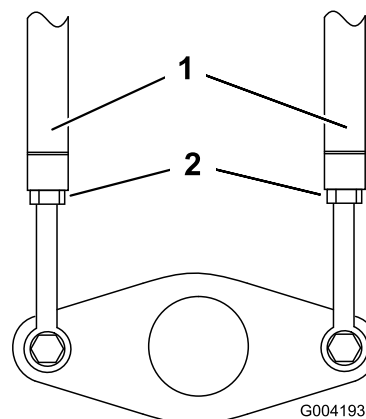

Figura 52
3. Afloje las contratuercas de las varillas de tracción, debajo del panel de control (Figura 52).